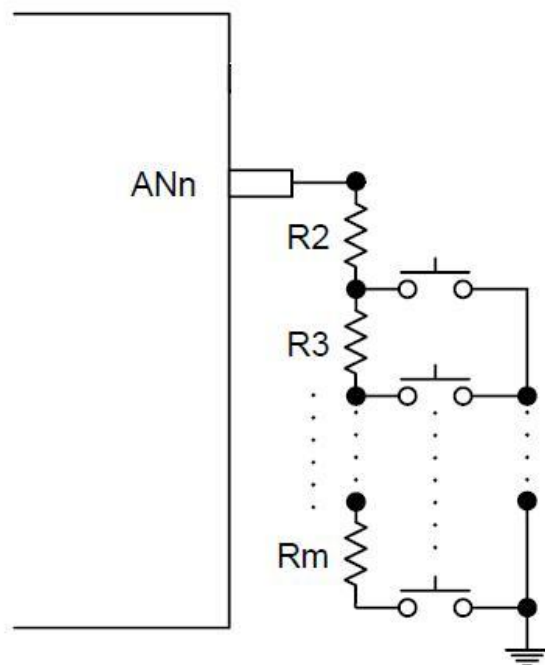

Figure 16-3 ADC 按键输入串联电阻应用参考图
6. 如果 Figure16-3 中的某个键被按下，端口上就会有一个电压值，当这个电压值小于 4.0V（@VDD=5V）时，AMWIF 标志位会被拉高。芯片也会从省电模式醒来，同时进入 ADC 中断服务程序，软件清零 AMWIF 标志；